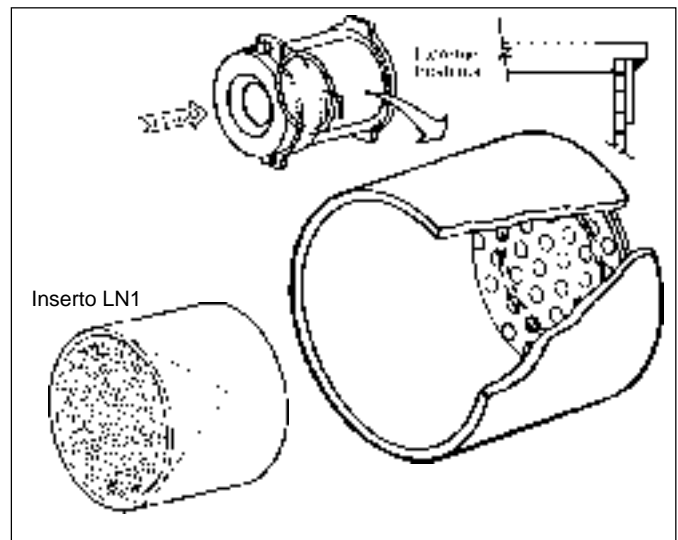

Figura 6: Inserto de Bajo Ruido/LN1 a LN4
NOTA: La punta del cono del inserto de bajo ruido LN1 (25), siempre debe ser dirigida alejandose del obturador; ver la Figura 6. Para ver la orientación adecuada de los componentes internos LN2, LN3 o LN4, vea también la Figura 6.
2. A este nivel del subensamble del cuerpo (BA), asegurese que el subensamble del vástago (7) es empujado hacia atrás entre el bonete del cuerpo (1) de forma que el vástago (7) esté en contacto con el subensamble manguito-retenedor (8).
3. Coloque el obturador (6) entre la jaula (2). La orientación debe ser tal, que el hombro corto del eje del obturador (6) con la lengüeta mecanizada, se extienda a través del lado plano de la jaula (2) hacia el vástago (7). El obturador (6) debe ser rotado 135° a 180° de apertura antes que el eje protuberante del obturador (6) se deslice entre las ranuras de los cojinetes (4)(5) de la jaula (2). Ver